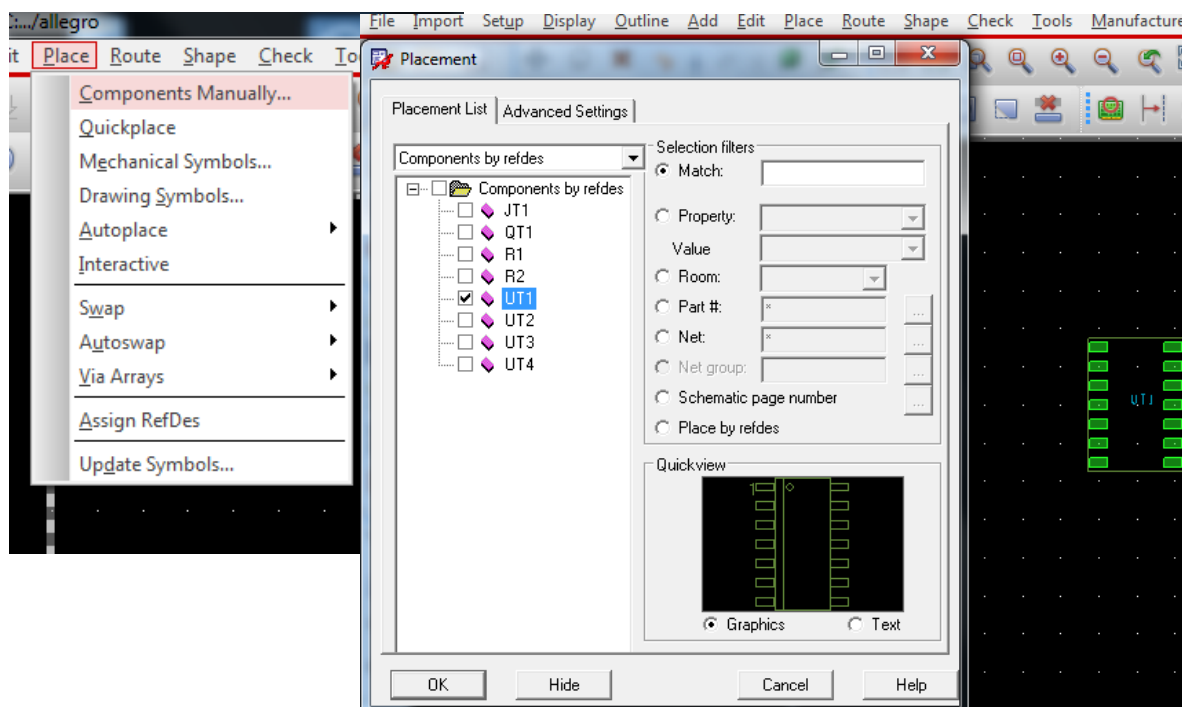

Рис. 21.20. Размещение компонента U1
2. Выберите компонент U1, установив флажок, как показано на рис. 21.20.